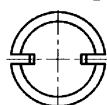

Рисунок 9. Установка демпфирующей вставки
2.4.3.3 При пульсирующем давлении среды, гидроударах, отборные устройства должны быть с отводами в виде петлеобразных успокоителей или датчик должен быть с демпфирующей вставкой (поз. 13, рисунок 9). Вставка запрессовывается в штуцер датчика. При запрессовке следует избегать ударов, а если измеряемая среда жидкая, полость штуцера предварительно должна заполняться этой жидкостью.